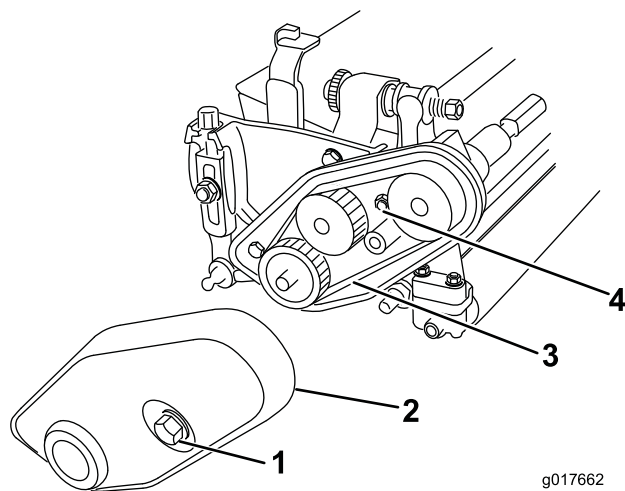

Рисунок 3
7. Вывинчивайте невыпадающий болт крепления кожуха ремня к левому концу режущего блока до тех пор, пока не сможете снять кожух. (Рисунок 3).
8. Ослабьте гайку натяжения ремня и снимите ремень (Рисунок 3).